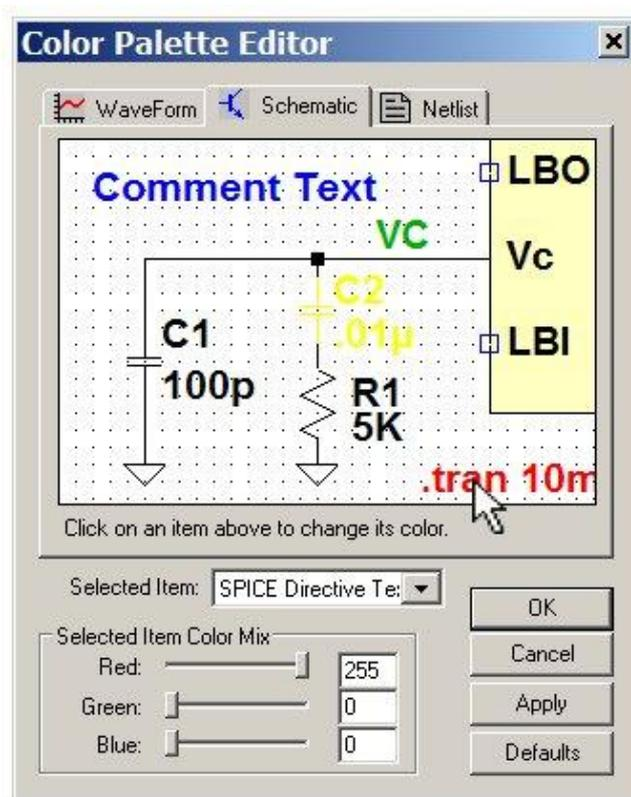

Bild 33: Farb-Einstellungen
- **Farb-Einstellungen** können nach Betätigen der Schaltfläche **Color Schema** sowohl für die Schaltungen, als auch für den Plot-Bereich und die Netzlisten vorgenommen werden, vergleiche **Bild 33**. Auch die Hintergrund-Farbe wird hier eingestellt. Ein weißer Hintergrund ist z.B. dann sinnvoll, wenn viel auszudrucken ist, weil dann nicht so viel Tinte oder Toner verbraucht wird. Wenn man dagegen nur am Bildschirm arbeitet, könnte im Plot-Bereich ein schwarzer Hintergrund günstiger sein. Das probiert man am besten aus. Alle Farben können mittels der Schieberegler „rot“, „grün“ und „blau“ eingestellt werden.